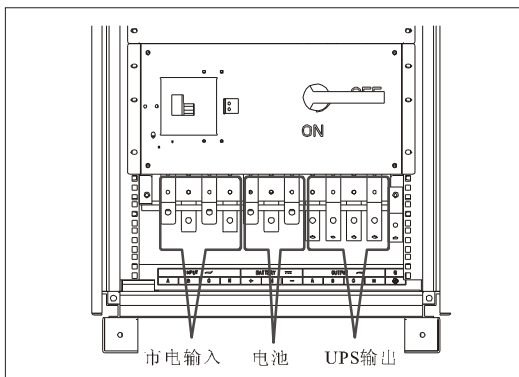

图 5-6
- 2) 将 UPS 输入、输出配线和电池配线穿过防鼠板上的出线胶圈，按标识接到对应的铜条上（铜条上的标识如图 5-6）。